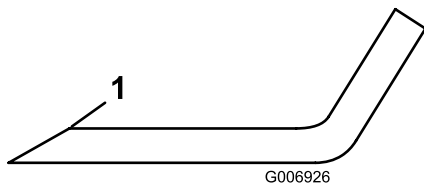

図 65
5. 全部のブレードの切っ先を丁寧に点検する。切っ先が鈍くなっていたり欠けていたりした場合には研磨する。研磨は刃先の上面だけに行い、刃の元々の角度を変えずに刃先を鋭利にする 図 65。
6. 刃先に摩耗や欠けがある場合には研磨するが、研磨は刃先の上面だけに行い、刃の元々の角度を変えないように十分注意する 図 65。